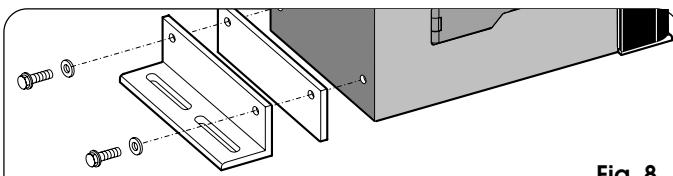

Fig. 8
- 1) Monteer de hoekbevestigingsstukken en de trillingendempende afstandstuksken op de aandrijving, zoals op fig. 8.